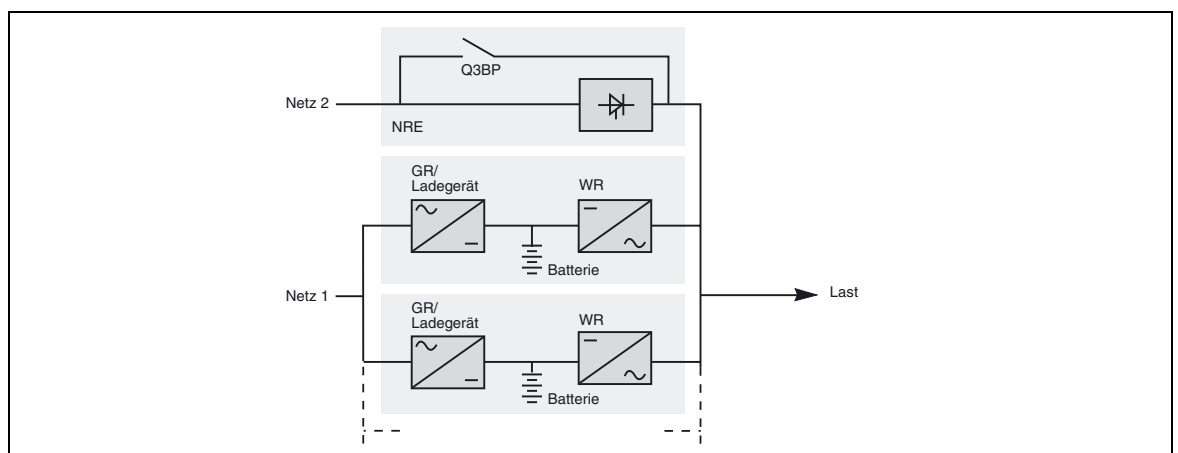

Abb. 7
- USV-Parallelsystem mit zentraler Netzzückschalteneinrichtung (NRE) und zentraler Service-Umgehung (Wartungsbypass): Abbildung 7.